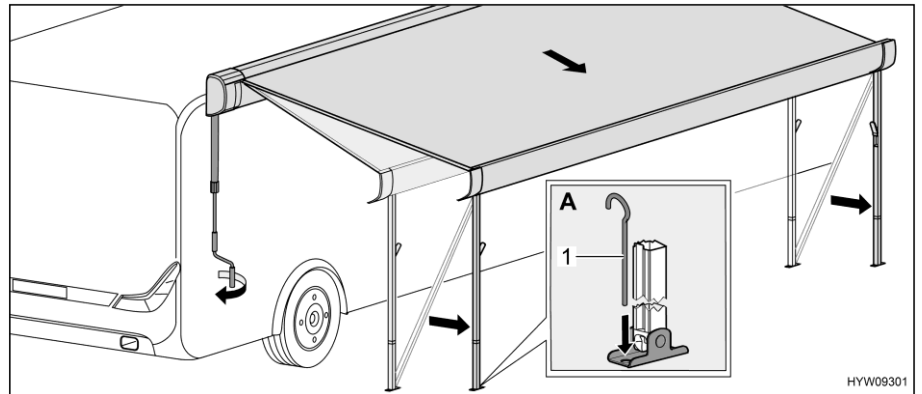

Bild 16 Markise in Endstellung bringen
- Stützfüße mit Heringen (Bild 16,1) am Boden befestigen (Bild 16,A).